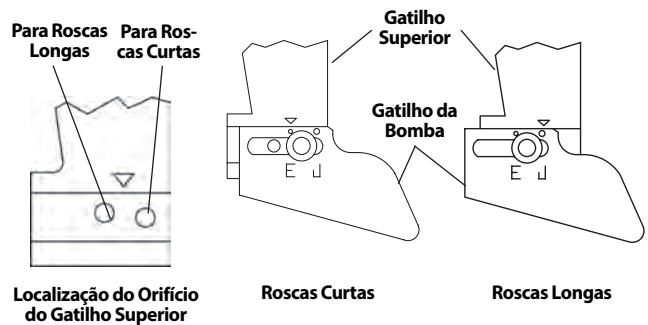

Figura 18 – Ajustar Comprimento da Rosca
2. Para roscas curtas, mude o gatilho inferior no sentido da broca da máquina. Para roscas longas, desloque-o para longe da broca (*consulte Figura 18* – definições de fábrica mostradas). Roscas longas são tipicamente preferidas no Leste e roscas curtas no resto da Europa. Configure conforme pretendido.